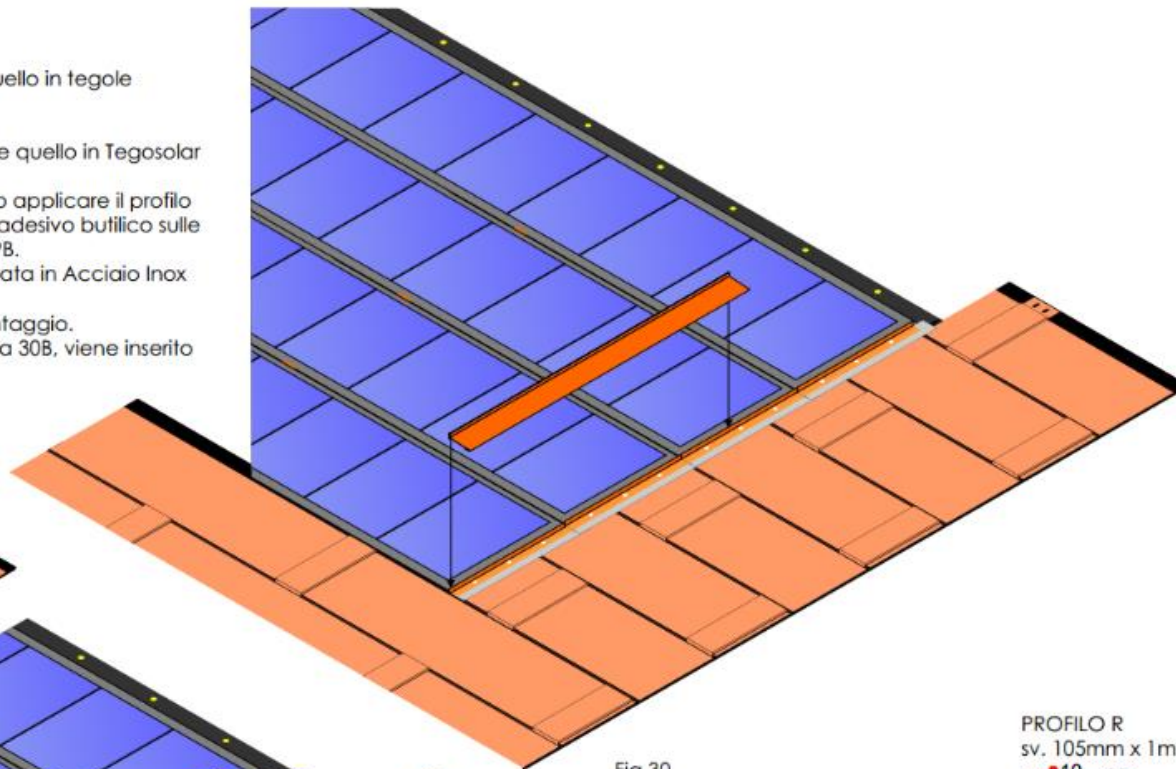

Fig.30
- Per completare il giunto installare il profilo R. Tale profilo, illustrato in figura 30B, viene inserito sul bordo superiore della L e rivettato (fig.30).